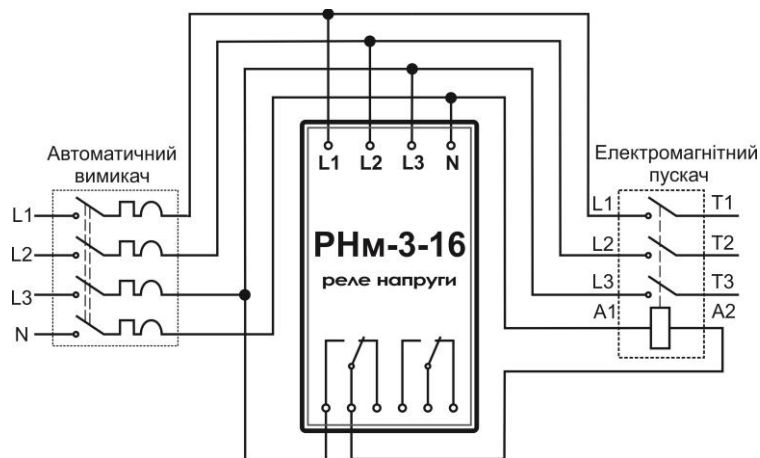

Рисунок 2 – Схема підключення автоматичного вимикача, реле і електромагнітного пускача
3.4 Підключити реле до трифазної мережі, використовуючи провід з перетином не більше 1,5 мм2. При підключенні необхідно дотримуватися порядку підключення фаз відповідно до схеми підключення рисунок 2.